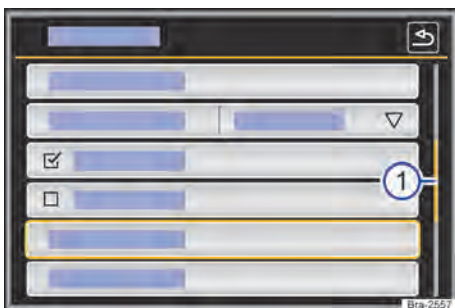

Fig. 129 Representación esquemática: entradas de la lista en el menú de configuraciones.
Se puede acceder a las entradas de la lista mediante un toque directo en el display o por medio de la tecla de regulación → fig. 129 (4).
Si en una vista de lista hay más registros seleccionables de los que se puede ver, se muestran botones de función para desplazar o una barra de desplazamiento a la derecha en la imagen → fig. 129 (4).